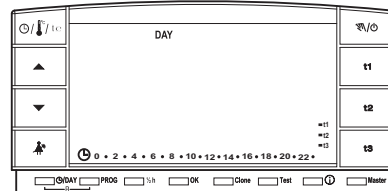

Abb. 71
- Drücken Sie die **OK**-Taste, um das Abschalten des Displays von 00:00 bis 06:00 zu aktivieren (Beispiel Abb. 71).
- Drücken Sie die **OK**-Taste: nach 3 Minuten schaltet sich das Display ab und bleibt täglich und rund um die Uhr aus (Beispiel Abb. 71).